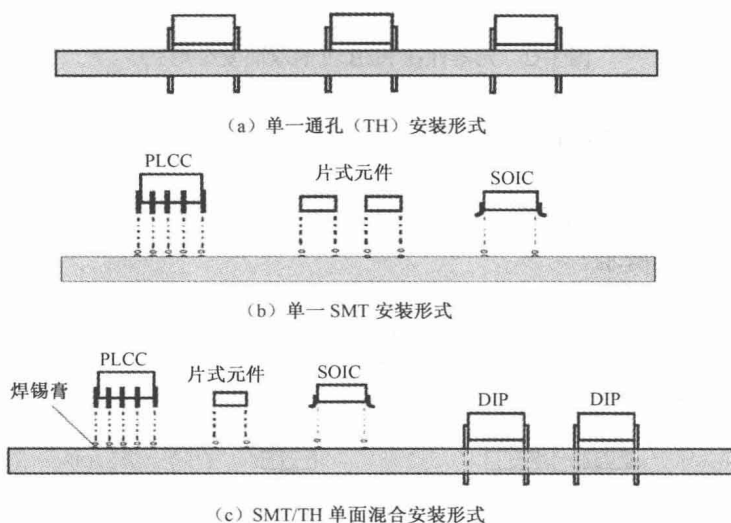

图 1-1 元器件在 PCB 上的单面安装形式
元器件在 PCB 上的单面安装形式^[1]如图 1-1 所示, 图 1-1 (a) 为单一通孔 (TH) 安装形式, 图 1-1 (b) 为单一 SMT 安装形式, 图 1-1 (c) 为 SMT/TH 单面混合安装形式。